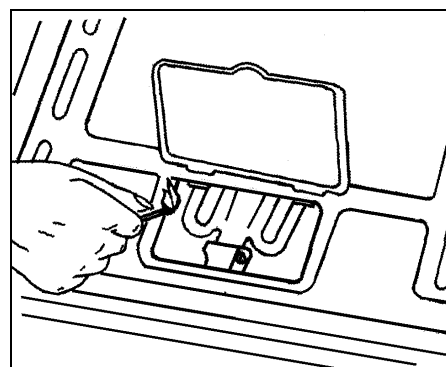

fig. 4
2. Se apropie flacăra unui chibrit sau un aprinzător (fig.4).